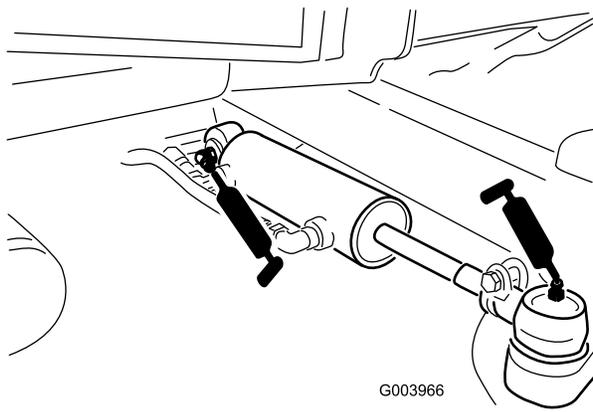

Рисунок 52
- Шаровые опоры гидроцилиндра рулевого управления (2 шт.) (Рисунок 52)